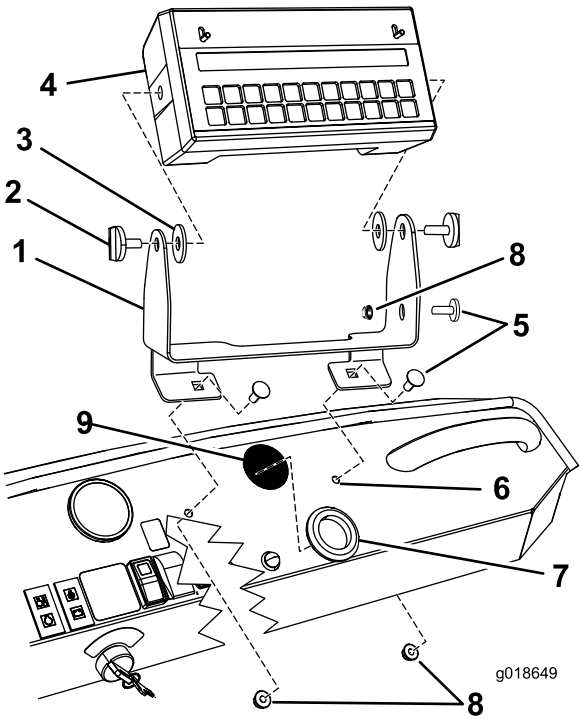

Figura 2
1. Instale o suporte de montagem no painel de instrumentos e prenda-o com dois parafusos de carroçaria (5/16x3/4 pol.) e duas porcas de bloqueio (5/16 pol.) como se mostra em Figura 2.
- 7. Monte a consola do computador no suporte de montagem com dois manípulos (Figura 2).